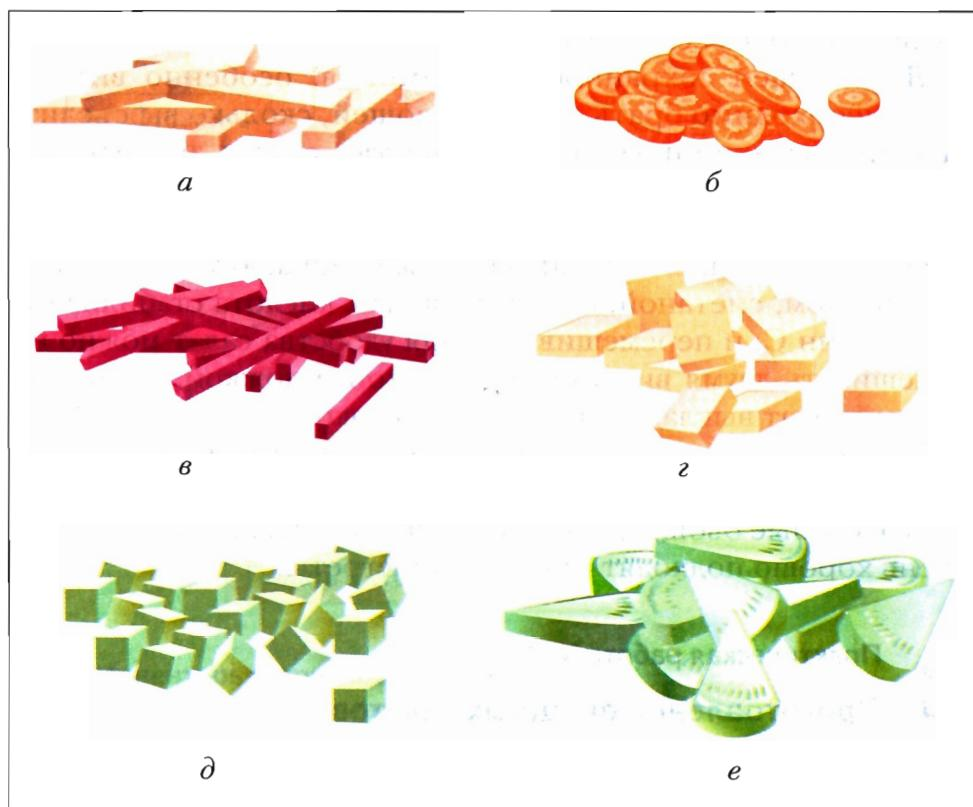

Рис. 73. Способы нарезки овощей: *а* – брусками, *б* – кружочками, *в* – соломкой, *г* – шашками, *д* – кубиками, *е* – дольками
2. Нарезка овощей. Следует обратить внимание на то, что все продукты, входящие в салат, должны быть нарезаны кусочками одинакового размера. При этом все они равномерно пропитываются, а салат выглядит привлекательным и аппетитным (рис. 73).